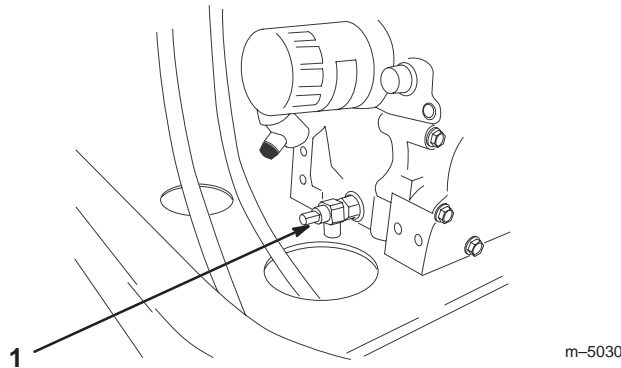

Figure 42
3. Placez un bac de vidange sous l'orifice de vidange. Tournez le robinet de vidange d'huile pour permettre à l'huile de s'écouler (Fig. 42).